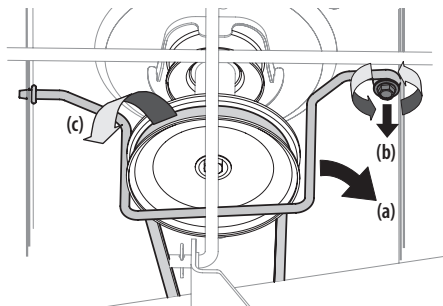

Figura 27
3. Retire la varilla de la guarda de la correa (a) de alrededor de la polea del motor del tractor, sacando el tornillo autorroscante (b) que le asegura. Consulte la Figura 27.
4. Retire la correa (c) de alrededor de la polea del motor del tractor y de las poleas locas. Consulte la Figura 27.